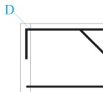

图 5.68 向右偏移外轮廓线
(12) 绘制架立筋的180°弯钩。
① 启动【偏移】命令,将梁左侧的外轮廓线向右偏移“52”,结果如图5.68所示。
② 在命令行输入“PL”并按Enter键,启动绘制多段线命令。